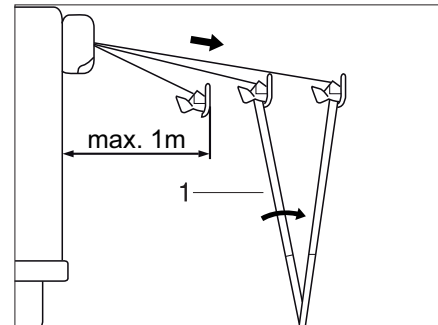

Bild 21 Markise aufstellen
- Stützfüße (Bild 21,1) ausklappen und auf den Boden stellen.